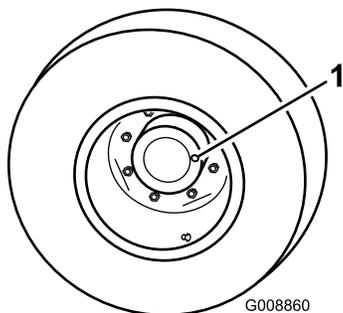

図 42
1. 平らな場所で、ホイールの点検/ドレン・プラグ 図 42 が時計の3時または9時の位置に来るように停止させる。
2. プラネタリに付いているプラグ 図 42 を抜く。ブレーキの後側で、プラグ穴の高さまで油量があればよい。